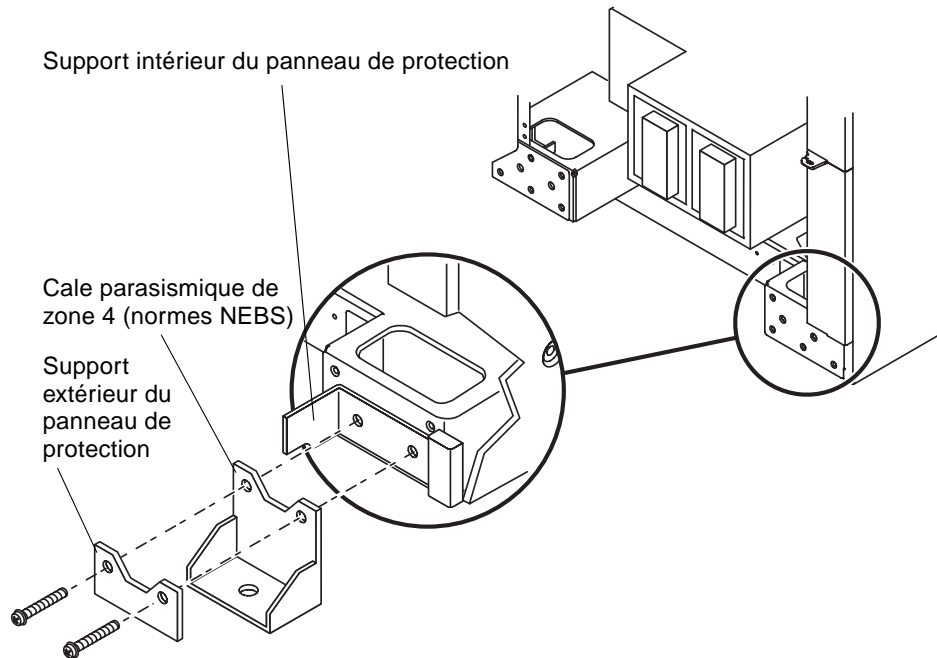

FIGURE 2-4 Fixation des supports du système Sun Fire E6900 au sol
5. Fixez les quatre supports au sol (FIGURE 2-4).